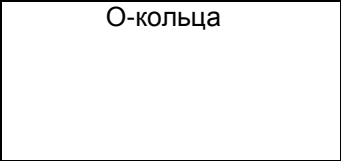

Рис. 14
- 2) Вручную аккуратно отсоедините все О-кольца (Рис. 14).